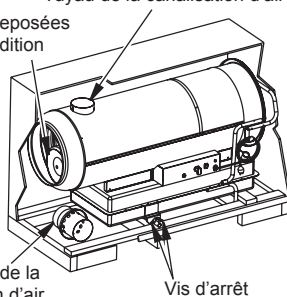

**Figure 1 - Retrait du 160-IF de son carton
- Retirez la canalisation d'air du carton (voir figure 1).
- Dévissez les vis d'arrêt qui se trouvent sur les bandes de blocage des roues (voir figure 1).